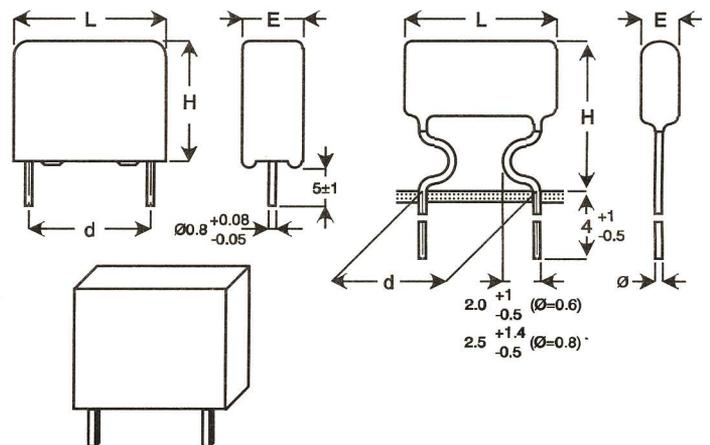

Fig 3
- fabrication à feuilles superposées (milfeuille) (fig. 3);